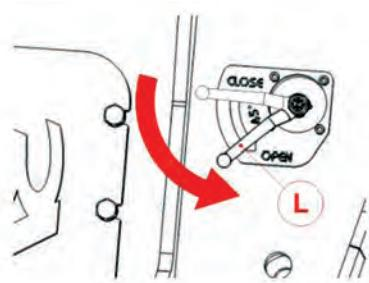

Рис. 5.2.10
- Откройте кран, повернув рычаг (L) против часовой стрелки (Рис. 5.2.10).